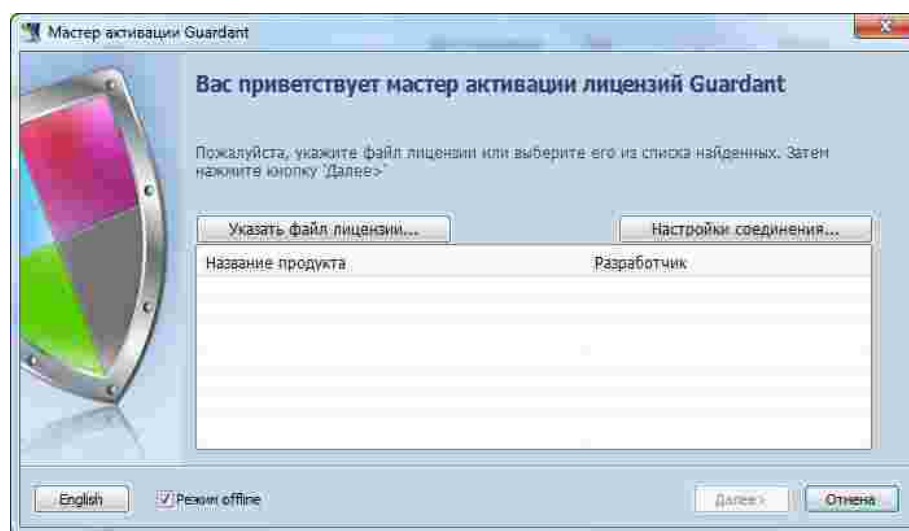

Рис. 25 Мастер активации программного ключа
2. В главном окне мастера отметьте флагом поле «Режим offline» и нажмите кнопку «Указать файл лицензии...», см. Рис. 25.